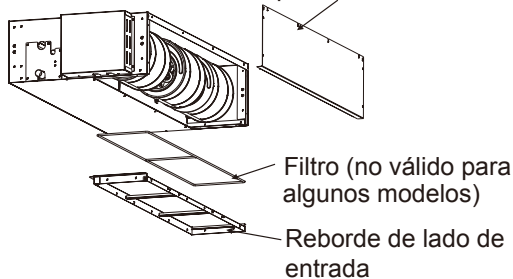

Fig. 3.1.4
- (2) Vuelva a colocar la tapa de la cámara como se muestra en la Imagen 3.1.4, vuelva a colocar la brida del lado de la entrada como se muestra en la Imagen 3.1.4